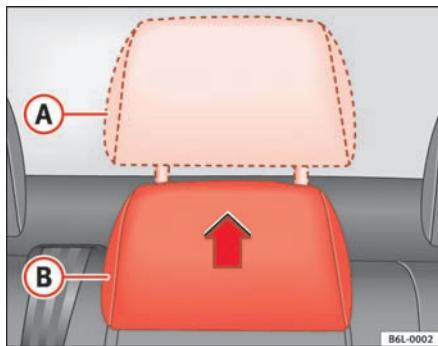

Fig. 5 Ajuste del apoyacabezas posterior central
- Posición elevada o de uso A \Rightarrow fig. 5. En esta posición el apoyacabezas se comporta como un apoyacabezas convencional, protegiendo junto con el cinturón de seguridad al ocupante de la plaza central posterior.
- Posición de reposo B \Rightarrow fig. 5. Esta posición facilita la visibilidad posterior al conductor.